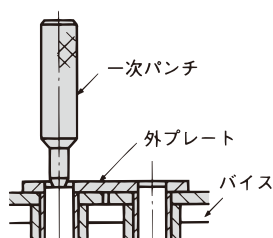

図4. 一次パンチでピンをたたく
- 4) ローラチェーンのサイズに合った一次パンチ（7頁4.2項参照）をグラインダで削ったピンの頭に当て、一次パンチの頭をハンマでたたきます。この際、外リンクの1対のピンが平行に抜けるように交互にたたきます。外プレートからピンが抜ける直前までたたきます。（図4）